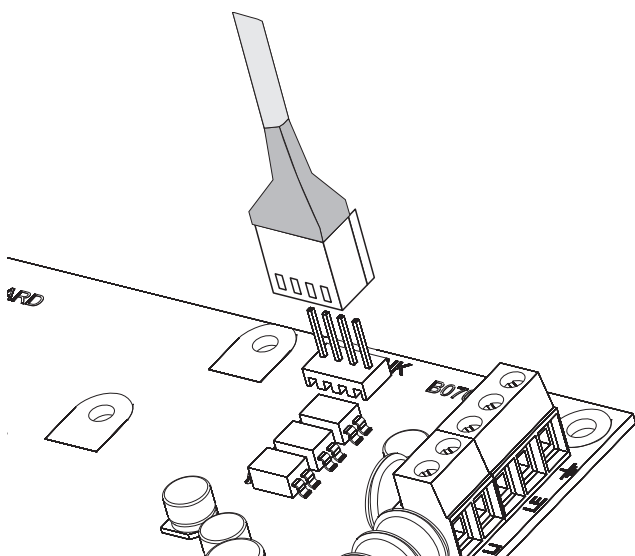

Figura 30 Collegamento PC-Link.
1. Collegare la porta seriale RS232 della Centrale (**10, PC-LINK**) ad una porta seriale RS232 libera del PC, tramite il cavo **PC-LINK** (opzionale), come mostrato in Figura 30.